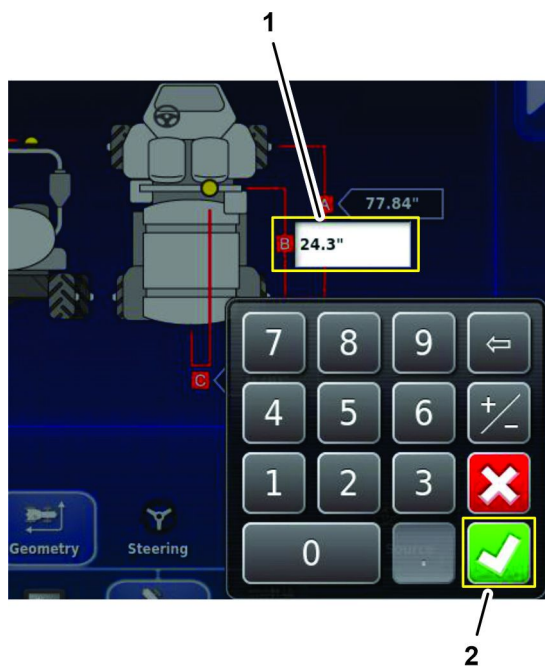

図 190
2. 後アクスル中心と受信機中心アイコンBを押し、画面内キーパッドを使って、車両の寸法測定 (ページ 81) の車両形状用紙にメモした数値を入力して承認アイコンを押す 図 190。